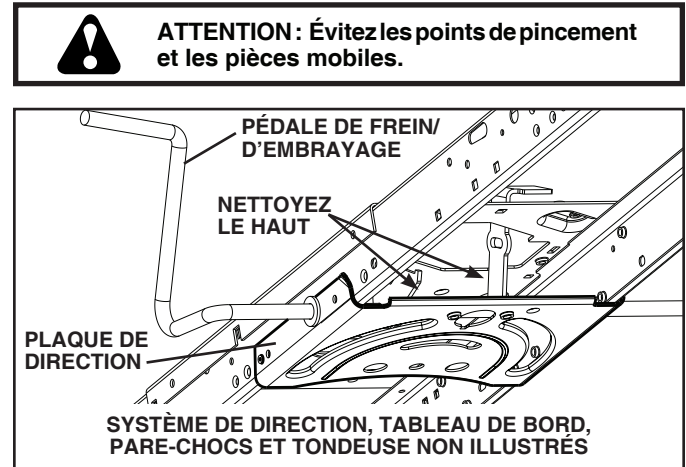

Fig. 33
- Nettoyez toute trace de débris sur la plaque de direction. Les débris peuvent empêcher le mouvement de l'arbre de la pédale de frein/d'embrayage, provoquant le glissement de la courroie avec perte d'entraînement. Voir Fig. 33.